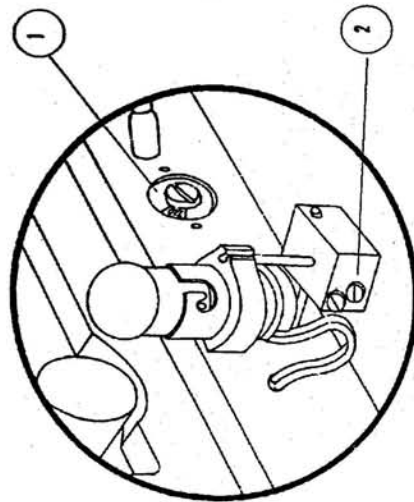
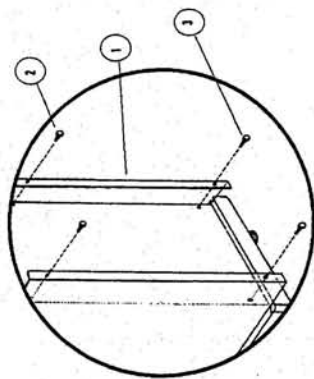
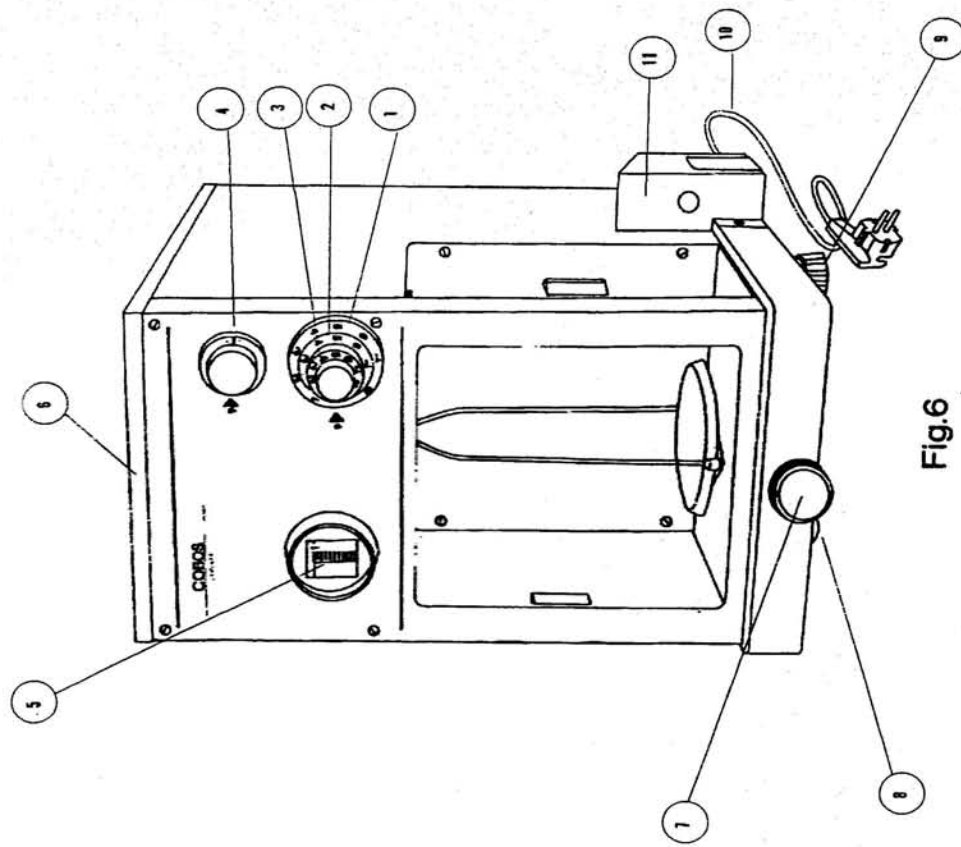
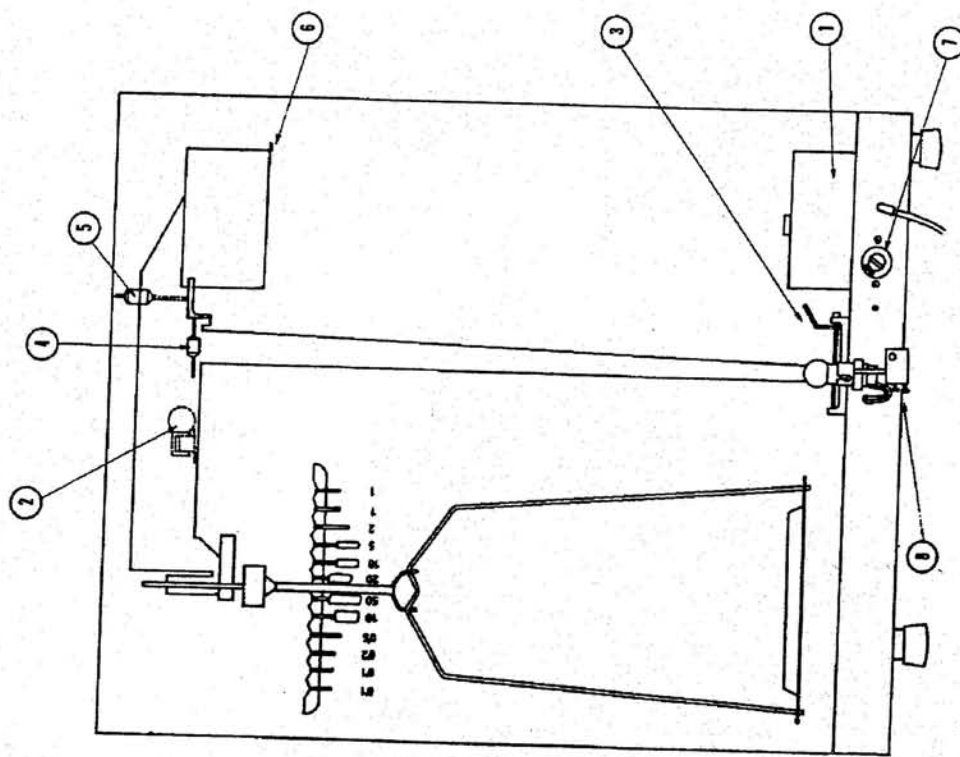

Fig. 4
Fig. 5
Fig.6
Fig.7
- 8) Accionar con el mando de puesta a cero 8(Fig.6) hasta conseguir el ajuste a cero fino.
14- La balanza se suministra para conectar a 220 V. Para conectar a 125 V, accionar el conmutador de tensión 1(Fig. 4).
El cuadrante óptico se ilumina mediante una lámpara de 12 v 7w que se encuentra fácilmente en el mercado y alimentada por un transformador interior 1 (Fig. 7).
Dicha lámpara, colocada en la parte derecha de la balanza y protegida por una pantalla con mirilla 11 (Fig. 6), puede regularse a voluntad hasta obtener una iluminación uniforme del cuadrante, mediante dos tornillos que la fijan a la balanza (detalle en Fig. 4). Debajo de la tapa superior, en la parte izquierda, se encuentra la lámpara de recambio 2 (Fig. 7). Después de proceder a su cambio se tiene que regular.
La balanza dispone de un nivel de burbuja en la tapa superior. Para nivelar la balanza utilice los pies grafiados 9 (Fig. 6).
El mando correspondiente al desbloqueo de la balanza 7 (Fig. 6), tiene un punto blanco; cuando dicho punto esta hacia arriba, la balanza esta bloqueada. La balanza tiene dos desbloqueadores: uno parcial y otro total. El desbloqueador parcial (semidesvinculador) se señala, además de la posición del correspondiente mando 7 (Fig. 6) (punto a la derecha), también por la diferente coloración del cuadrante de lectura verde (PREPESADA).
En caso de que la escala óptica no estuviera perfectamente enfocada, se deberá accionar la palanca de enfoque 3(Fig.7). Para acceder a dicha palanca se retira el lateral izquierdo 1(Fig.5). Desenroscando los tornillos correspondientes 2 y 3 (Fig.5).
Justo debajo de la base de la balanza en la parte frontal se halla un mando grafiado 8(Fig.6). Sirve para corregir los pequeños desplazamientos de la escala (micropuesta a cero). En la cruz, un tornillo ranurado 4(Fig.7) que corre en sentido horizontal, sirve para corregir los grandes desplazamientos (macropuesta a cero).
2.- Girar el mando 7(Fig.6) a posición prepesada, de forma que en el visor aparezca la micro-escala sobre fondo verde.
3.- Girar el mando 1(Fig.6) avanzado hasta que los números de la micro-escala se desplacen o desaparezcan, cuando esto ocurra situar el mando en el número inmediatamente anterior si la escala tiende a bajar o en el posterior si tiende a subir.
Continuar esta operación con los mandos 2 y 3 (Fig.6). Si en algún caso la micro-escala no se desplazara, ponga el mando correspondiente en la posición 9 y continúe la operación con otro mando.
4.- Cuando tenga los tres mandos colocados gire el mando 7(Fig.6) a la posición pesada y espere a que se estabilice.
Cuando el objeto a pesar supere los 100 g. accione el mando 4(Fig.6).
Es recomendable bloquear la balanza para accionar los mandos 1 y 2 (Fig.6).
Si la medida de la escala óptica no es perfecta, en caso de exceso de lectura roscar gradualmente el tornillo ranurado que corre en sentido vertical, por encima de la cruz 5(Fig.7), en caso contrario desenroscarlo.
### Mandos numerados de los pesos (fig.6)